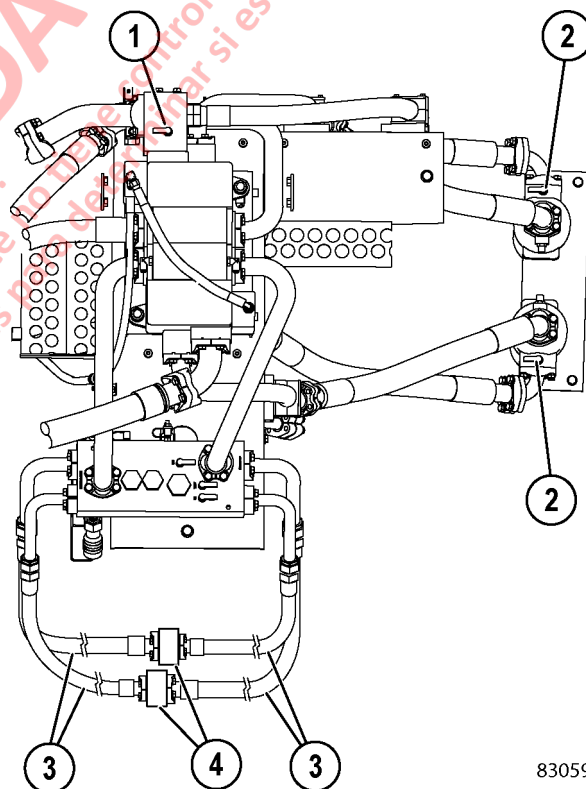
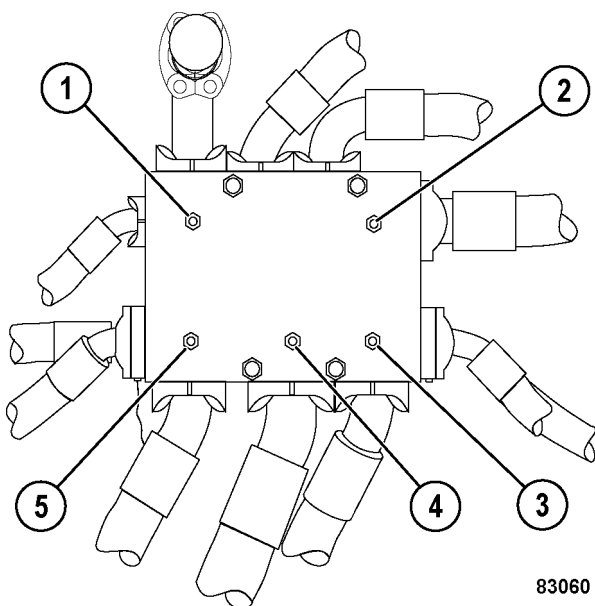

FIGURA 10-2. UBICACIONES DEL PUERTO DE PRUEBA Y CONEXIÓN DE LAVADO A PRESIÓN DEL SISTEMA DE ELEVACIÓN
FIGURA 10-3. MÚLTIPLE DE ENFRIAMIENTO DE FRENOS
- Puerto de prueba de presión (1, Figura 10-2) para el circuito de enfriamiento de frenos delantero - 3 450 kPa (500 psi).
- Puertos de prueba de presión (2, Figura 10-2) en ambos filtros de elevación de alta presión - 24 000 kPa (3.500 psi).
- Puerto de prueba de presión (1, Figura 10-3) para el circuito de enfriamiento de frenos trasero - 3 450 kPa (500 psi).
9. Conecte al mismo tiempo las cuatro mangueras del cilindro de elevación (3, Figura 10-2), como se muestra utilizando bloques de derivación (4). El equipo para conectar las mangueras a los bloques es el mismo que para conectar las mangueras a los cilindros de elevación. Asegúrese que todas las conexiones estén firmes. Cubre todos los puertos abiertos, para evitar contaminación.
21. Si las lecturas de presión de aceite en el paso 20 son correctas, aumente la velocidad del motor para obtener la presión de aceite en el puerto "GPA" de 1 725 kPa (250 psi). Mueva la palanca de control de elevación a la posición de ELEVACIÓN (POWER UP) o a la de DESCENSO (POWER DOWN). Las lecturas de presión en el puerto de enfriamiento de freno delantero (1, Figura 10-2) y en el puerto de enfriamiento de freno trasero (1, Figura 10-3) deben estar en 0 kPa (0 psi). Si la presión no está en 0 kPa (0 psi), la tubería de la válvula de elevación (o líneas piloto), se pueden conectar de manera incorrecta o la válvula de elevación puede estar defectuosa. Corrija el problema de tuberías o reemplace la válvula de elevación y repita este paso.